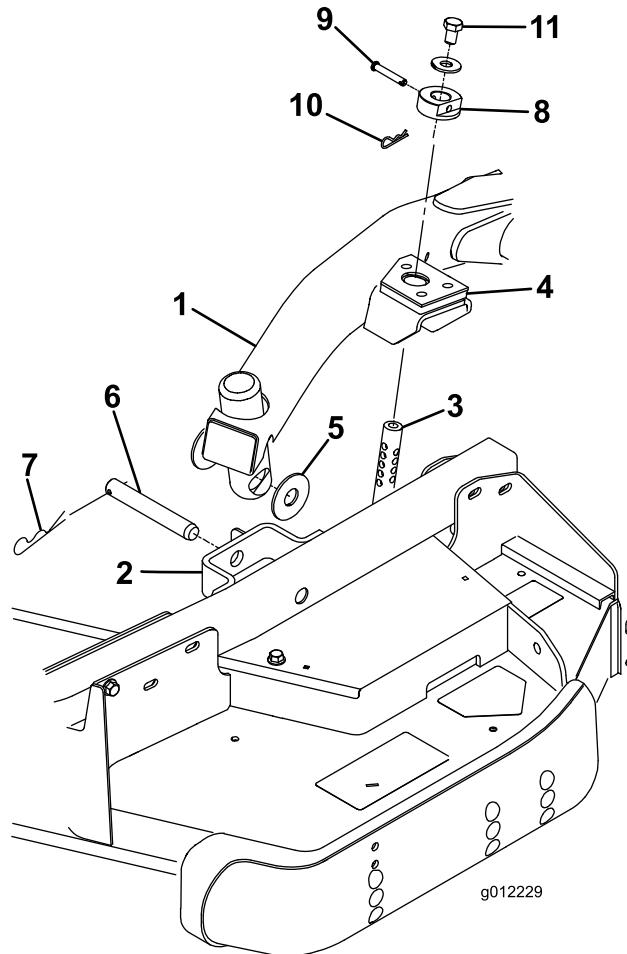

Bild 23
4. Stellen Sie den Hubhebel auf die Schweben-Stellung. Drücken Sie einen Hubarm nach unten, bis die Löcher im Hubarm mit den Löchern in der Laufradarmhalterung ausgerichtet sind, und die Schnitthöhenstange in die Hubarmpolster eingesetzt werden kann (Bild 23).
5. Befestigen Sie den Hubarm mit zwei (2) Druckscheiben, einem Lastösenbolzen und einem Splint am Laufradarm. Legen Sie die Druckscheiben zwischen den Hubarm und die Halterung des Laufradarms (Bild 23). Setzen Sie das Ende des Splints in den Schlitz im Laufradarm ein, um den Splint zu arretieren.
9. Befestigen Sie die Schnithöhenstellringe an den Schnithöhenstangen und befestigen Sie sie mit den Lastösenbolzen und den Splints (Bild 23). Der Kopf des Splints sollte zur Vorderseite des Mähwerks zeigen.
10. Setzen Sie oben auf jeder Schnithöhenstange eine Schraube 1/2 x 3/4 Zoll) und eine Scheibe ein (Bild 23).